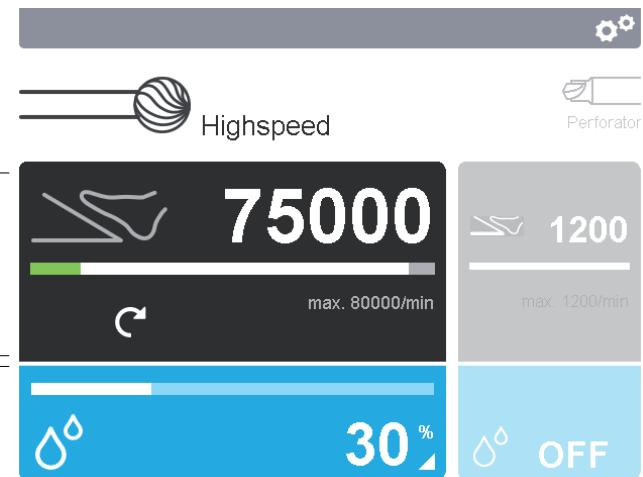

Fig. 5 Attivazione campi di comando
- Modificare i parametri di impostazione del motore/manipolo: Attivare il campo di comando del motore/manipolo **b** sul display 2, vedere Fig. 5.